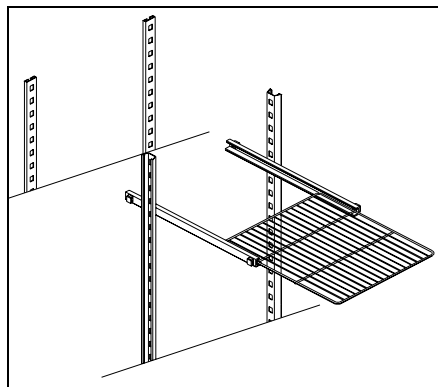

Fig. 2
- Ponga los soportes rejillas al interno del armario, en la posición que mas se adapte a su uso, metiendo cada soporte en los montantes forados en el fondo del mismo e inmitiendo la lingueta lateral en su debida sede che ha sido obtenido en los lados o sobre los montantes de la mesa.(Fig.2)
- Haga resbalar las rejillas en el interno de los soportes como en la Fig. 2 .